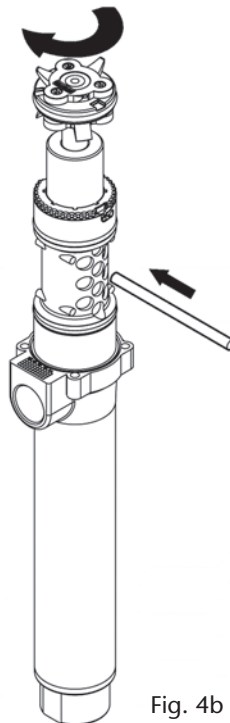

Fig. 4b
3. To remove the valve mechanism, pull up the same until the hole in pump piston becomes visible in one of the perforations in the packing sleeve. Put a suitable tool into the hole in the pump piston to fix it and unscrew the valve mechanism (fig. 4b).
3. Para desmontar el conjunto inversor, tire del mismo hacia arriba hasta que el agujero en el vástago quede visible en una de las perforaciones del casquillo empaquetadura. Introduzca una herramienta adecuada en el agujero del vástago para fijarlo y desenrosque el conjunto inversor (fig. 4b).
3. Pour démonter l'ensemble inverseur, tirer ce dernier vers le haut jusqu'à ce que l'orifice de la tige soit visible au niveau d'une des perforations de l'ensemble porte-joints. Introduire l'outil qui convient dans l'orifice de la tige afin de fixer et desserrer l'ensemble inverseur (fig. 4b).